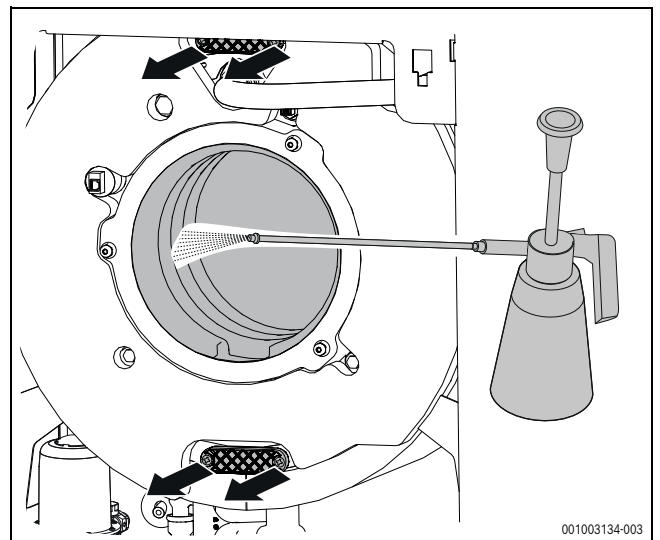

Bild 77 Wärmetauscher mit Sprühlanze reinigen
- Lose Partikel mit Wasser (z. B. Sprühlanze; Zubehör) aus dem Feuerraum und dem Abgasmantel spülen (→ Bild 77).